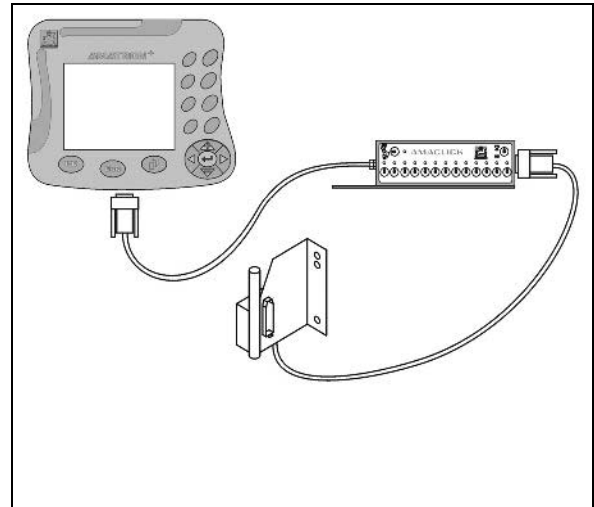

Fig. 105
- ohne Multifunktionsgriff entsprechend Fig. 105.